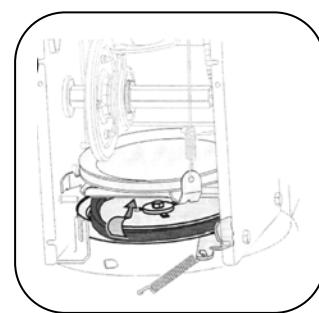

Рис.32
5. Снимите ремень со шкива шнека и наденьте ремень между опорным кронштейном и шкивом шнека. Установите новый ремень шнека, следя инструкциям в обратном порядке. См. рис. 32.